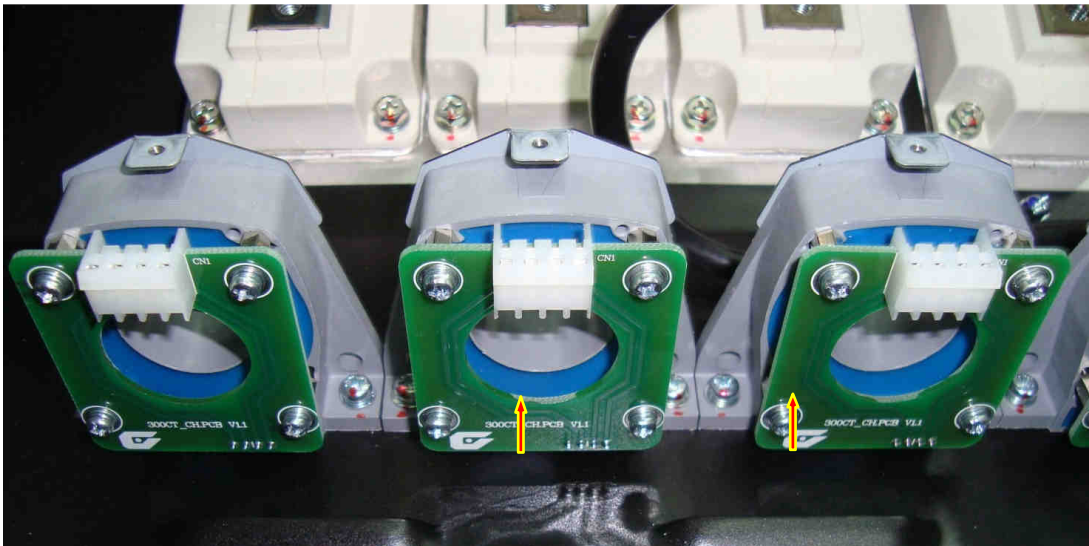

Рис. 6.15.
6.9.5. Выкрутить 2 винта крепления каждого датчика тока (рис. 6.15), снять датчик тока. Положить датчик тока и винты в тару.